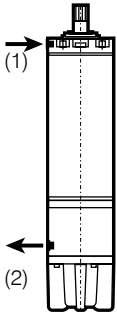

Fig. 1B
5.2 Coloque el motor en posición vertical. Complete el agua faltante en el orificio de llenado del tornillo (1). Espere de 2 a 3 minutos, entonces no quedará aire en el interior del motor. Si aún falta agua, llénela por completo nuevamente y cierre el tornillo. (Fig. 1B)